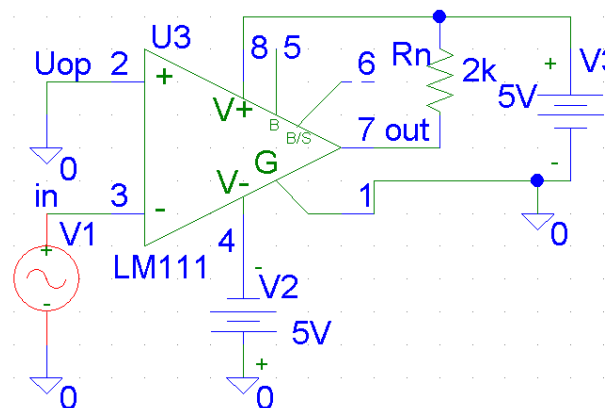

Рис. 5.8. Схема аналогового компаратора на основі спеціалізованої мікросхеми
3. Зібрати схему аналогового компаратора на основі спеціалізованої мікросхеми (рис.5.8).